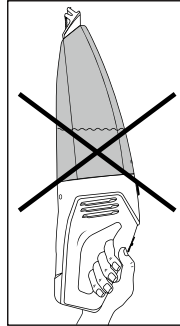

Fig. 4
- Se o aparelho for transportado na horizontal ou com o bocal para líquidos ① virado para cima, poderá sair líquido do mesmo (ver fig. 4 e 5):